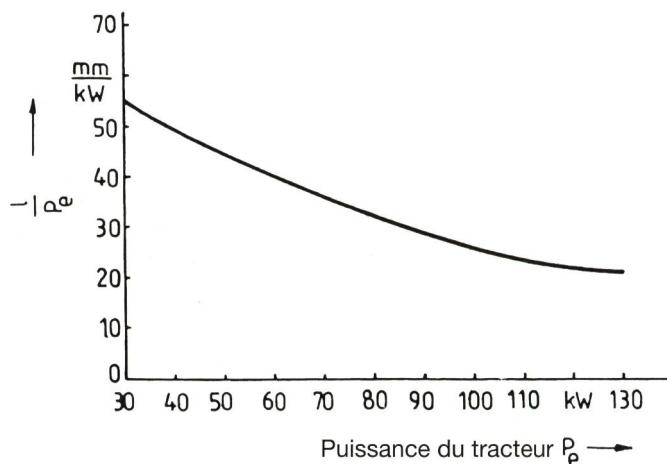

Fig. 1: Diminution relative de l'empattement l/P_e en relation avec l'augmentation de la puissance (P_e).
- L'empattement a moins augmenté que les performances des tracteurs (fig. 1), ce qui pose des problèmes de stabilité longitudinale et rend la conduite plus imprécise. Il convient, en particulier, de se souvenir que la force de levage du relevage arrière peut être équivalente au poids du tracteur pour les modèles les plus performants.